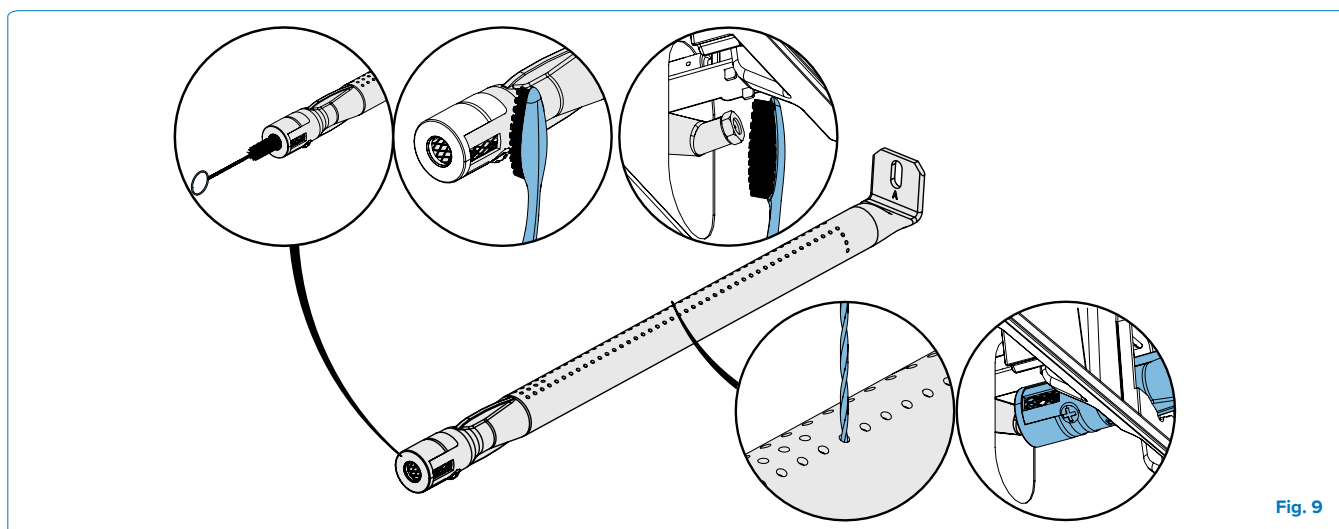

Fig. 9
1. Verwijder de schroef (of schroeven) die de brander aan de achterwand van de BBQ bevestigt. Schuif de brander naar achteren en omhoog om te verwijderen. **(Fig.9)**